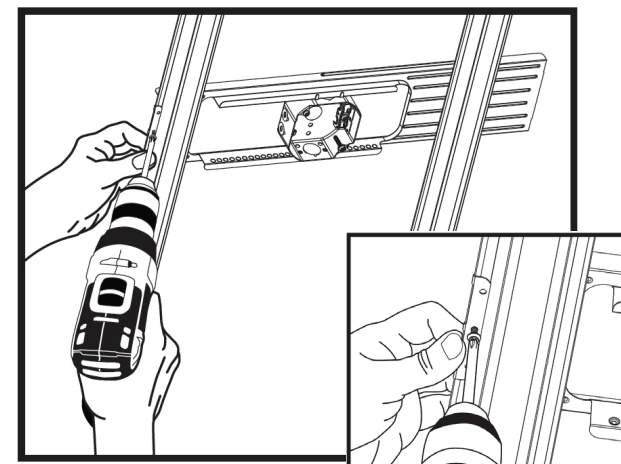

Figure 3
5. Insérez une vis à travers le trou central du guide et à travers la fourrure de métal. La vis sera guidée vers le trou situé de l'autre côté de la fourrure, soit sur le dessus du support (Figure 3).